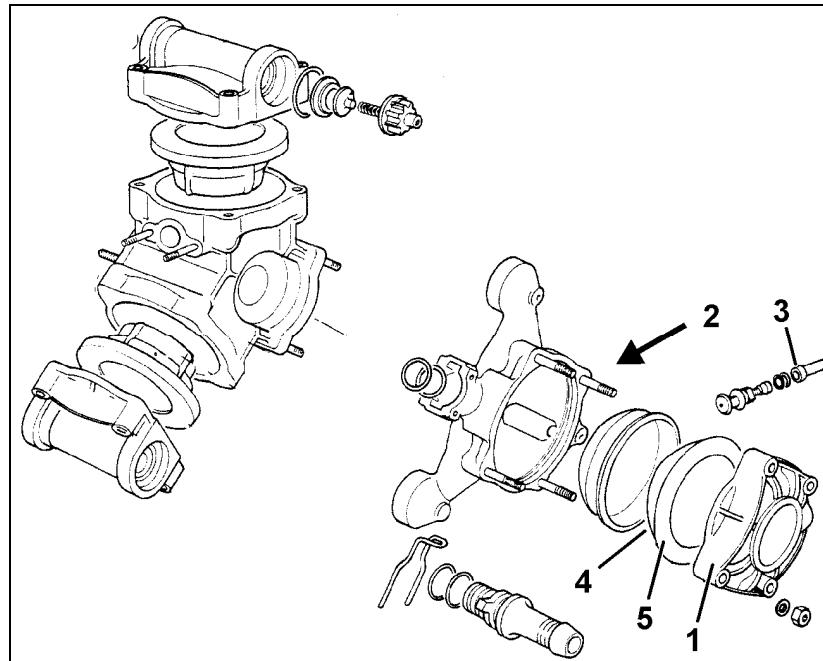

図 30
蓄圧器のカバー(図 30/1)を取り外す前に、空気弁(図 30/3)によって蓄圧器(図 30/2)から空圧を抜いてください。
1. 蓄圧器のカバー(図 30/1)を、4 個のナットを外した後に取り外します。
2. ダイヤフラム(図 30/4)を取り外します。
ダイヤフラム取り付け時には、ダイヤフラムが正しい位置にあり、丸くふくらんだダイヤフラムの開いている側(図 30/5)が蓄圧器のカバー(図 30/1)の方を向くようにしてください。